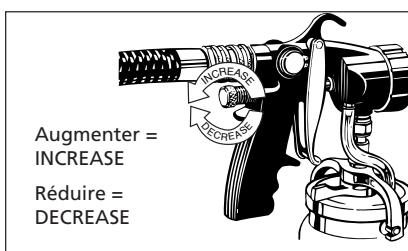

Fig. 13 - Ajustement du débit de matériel
- Pour ajuster le débit du matériel, tourner le bouton de débit du matériel au sens des aiguilles d'une montre pour réduire, et au sens contraire de celles des aiguilles d'une montre pour augmenter. (Voir Fig. 13).